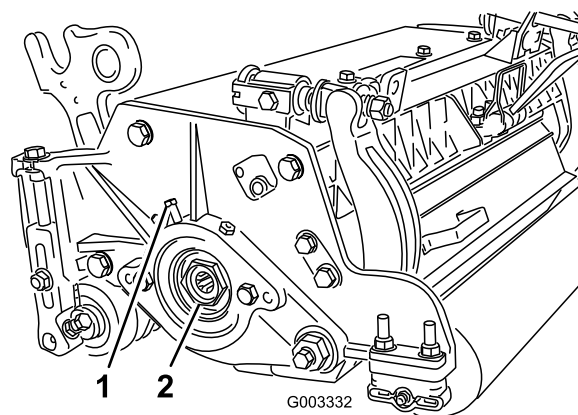

Figura 31
- A. Afloje el tornillo de fijación exterior que sujeta la tuerca de ajuste del cojinete al alojamiento del cojinete situado en el lado izquierdo de la unidad de corte (Figura 31).